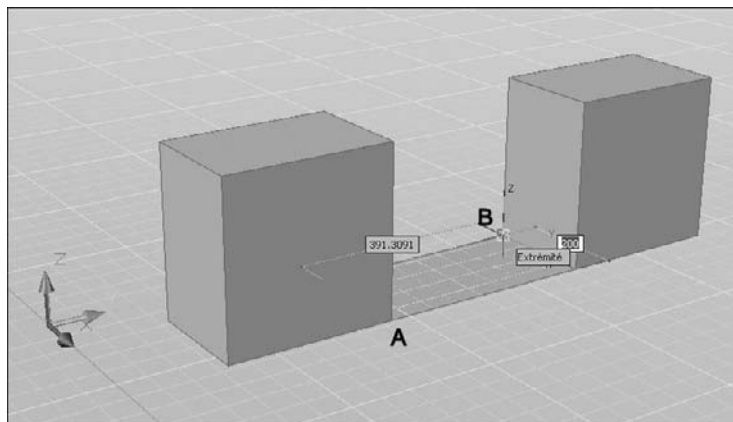

Fig.17.2
- 3 Spécifiez le coin opposé de la base : B (fig.17.2).